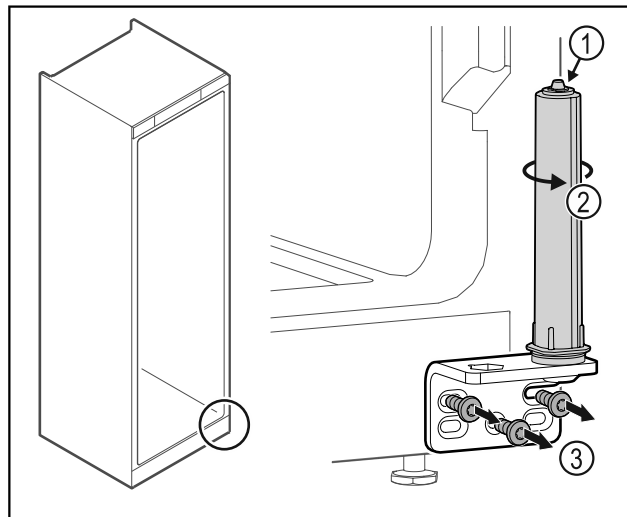

Fig. 36
- Mos e zbërtheni sistemin e mbylljes së derës Fig. 36 (1).
- Rrotulloni sistemin e mbylljes Fig. 36 (2) derisa të kërçasë.
- Lironi vidat e profilit të menteshës Fig. 36 (3).